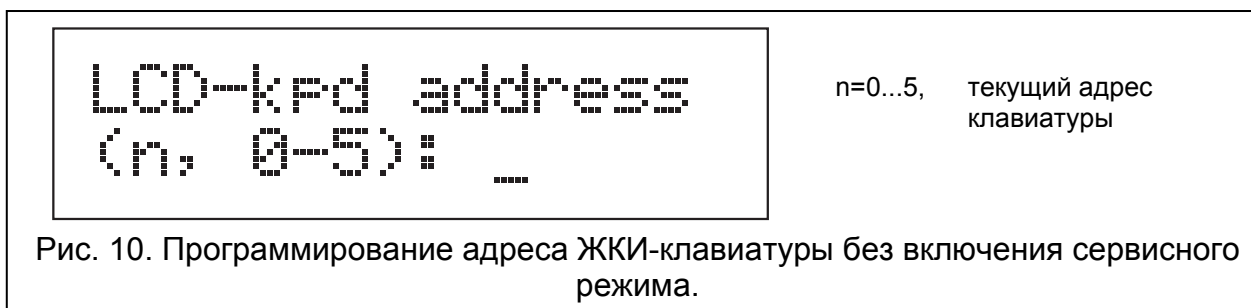

Рис. 10. Программирование адреса ЖКИ-клавиатуры без включения сервисного режима.
4. Все светодиоды с пиктограммами начинают мигать. На дисплее ЖКИ-клавиатуры появится надпись – см. рисунок 10. В светодиодной клавиатуре начинает быстро мигать светодиод, отображающий текущий адрес (светодиод с цифрой 30 для адреса 0; светодиод с цифрой 1 для адреса 1; светодиод с цифрой 2 для адреса 2 и т.д. – см. рис. 9).